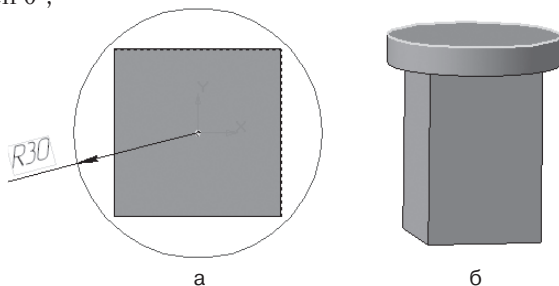

Рис. 151
- установите курсор мыши в начало координат (сработает глобальная привязка **Ближайшая точка**). Постройте окружность радиусом 30 мм (рис. 151, а);
- щелчком ЛКМ выделите верхнюю грань цилиндра (вы укажите плоскость для дальнейшего построения – зеленая) – рис. 151, б;